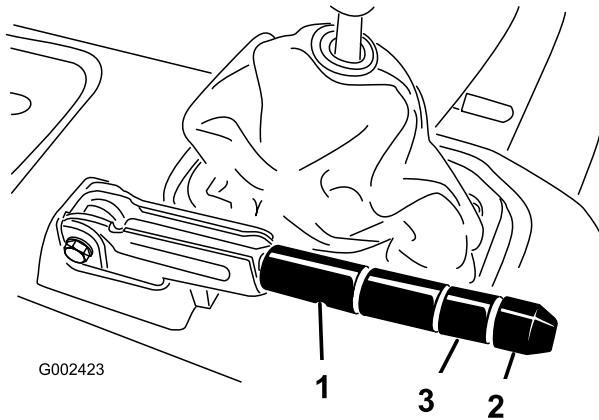

Bild 67
- Lockern Sie die Stellschraube, mit der das Handrad am Feststellbremsshebel befestigt ist (Bild 67).